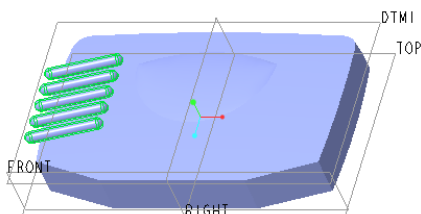

图 7-174 创建阵列特征
- 4 在“阵列”选项卡中单击“完成”按钮 ，创建的阵列特征如图 7-174 所示。